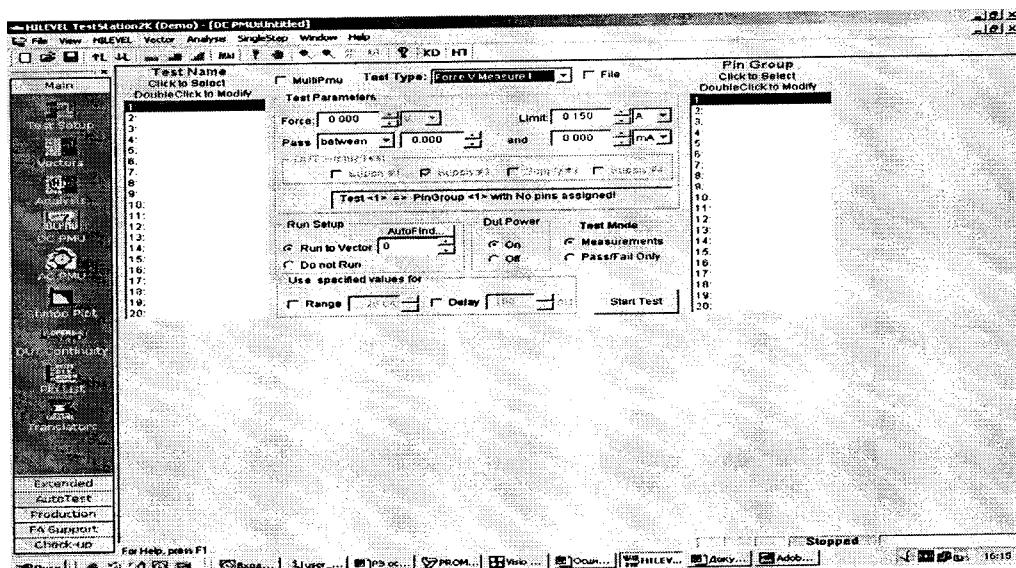

Рисунок 5.2.1
5.2.2 На рабочем столе ПЭВМ нажмите на иконку программного обеспечения Тестера, при этом откроется активное окно управления Тестера (рисунок 5.2.1).
1 Выбрать раздел меню «Задание напряжения» (рисунок 5.2.1) (в зависимости от измерения воспроизводимого напряжения):
- для воспроизведения напряжения PMU значение воспроизводимого напряжения выставляется для выбранного канала тестера в окне **DC PMU** (рисунок 5.2.1). При этом выбирается режим работы PMU «Задание напряжения и измерение тока (**Force V Measure I**)»;